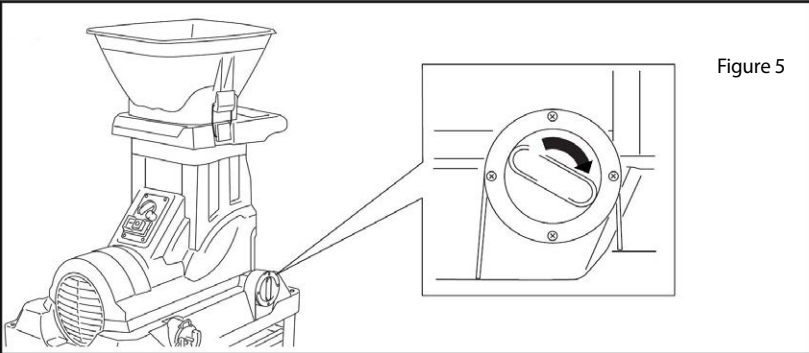

Figure 5
- Dévissez de 5 tours la molette de réglage (Fig. 5).
- Afloje 5 hace girar la rueda de ajuste (Fig. 5).
- Loosen 5 gira a roda de ajuste (Fig. 5).